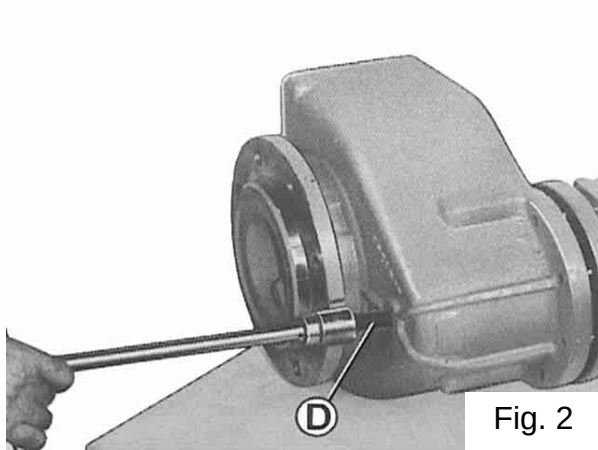

Fig. 2
- quitar el reductor completo del cubo, desatornillando el tornillo **D** de fig. 2 en el semieje interno;